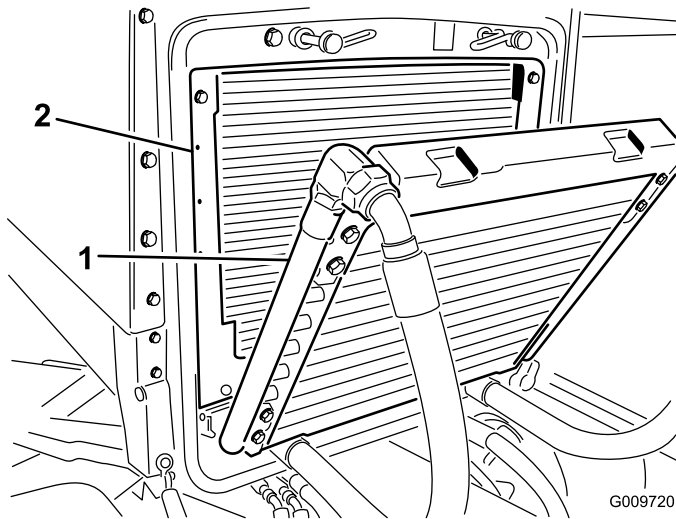

Bild 78
3. Kippen Sie den Ölkühler nach hinten. Reinigen Sie beide Seiten des Ölkühler- und des Wasserkühlerbereichs (Bild 78) gründlich mit Druckluft. Blasen Sie Rückstände von vorne nach hinten heraus. Reinigen Sie dann von hinten und blasen Sie nach vorne. Wiederholen Sie dies mehrmals, bis alle Rückstände entfernt sind.